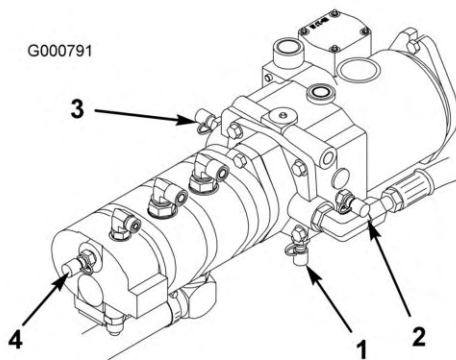

Bild 80
4. Testanschluss D befindet sich unten am Hydraulikgetriebe (Bild 80) und wird zum Messen des Getriebedrucks verwendet.
5. Testanschluss E wird zum Messen des Traktionvorwärtsdrucks verwendet (Bild 80).
6. Testanschluss F wird zum Messen des Traktionrückwärtsdrucks verwendet (Bild 80).
7. Testanschluss G wird zum Messen des Lenkdrucks verwendet (Bild 80).